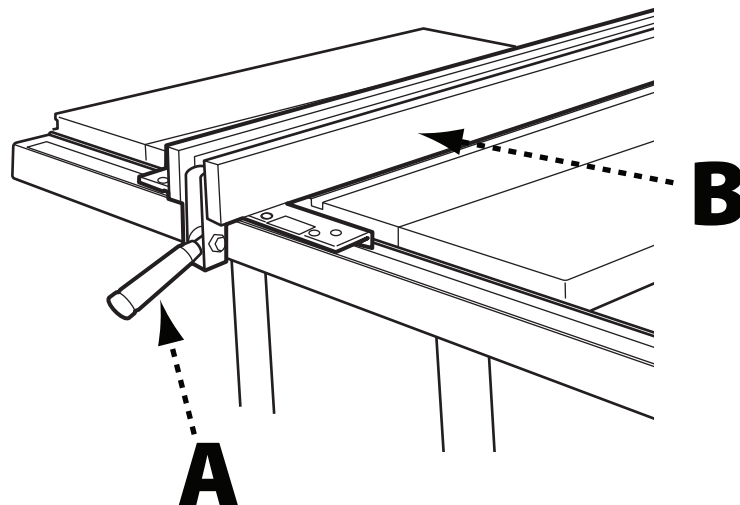

FIGURA 16
Cuando la guía está en su sitio contra el tubo guía y la palanca de fijación (A) (Figura 16) está en su posición más baja, el conjunto de la guía (B) no debería moverse. Si la guía se mueve o si la palanca debe forzarse hacia abajo en la posición de bloqueo, debe ajustarse la tensión en la palanca de fijación. Haga lo siguiente: